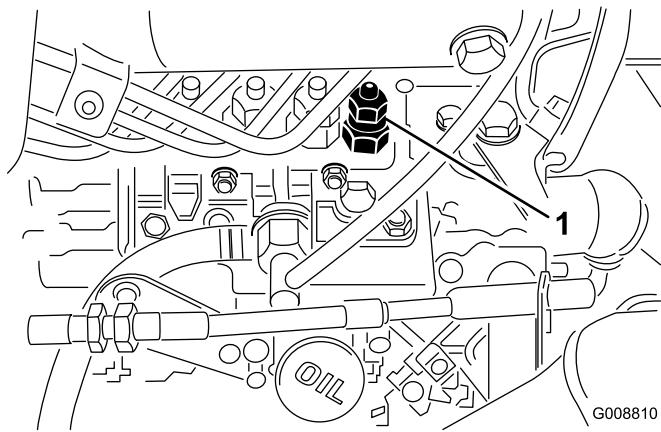

Figura 52
1. Afloje la conexión entre el tubo y el conjunto de inyector de boquilla n.o 1 soporte en la bomba de inyección (Figura 52).